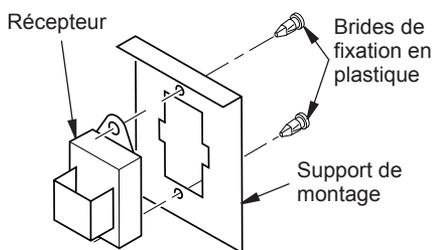

Figure 15 - Installation du récepteur de la télécommande (illustré de l'arrière du support de montage)
3. Installez le récepteur de la télécommande sur le support de montage à l'aide de deux brides de fixation de plastique (voir figure 15).